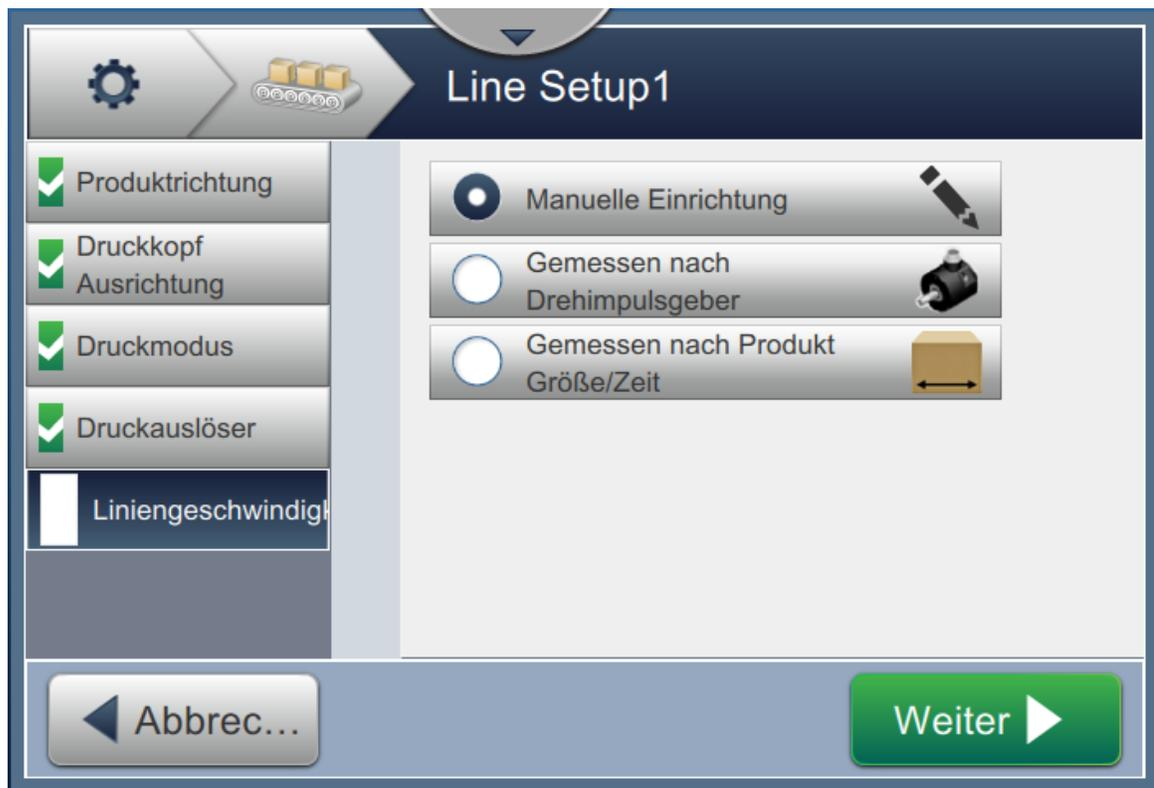

Abbildung 6-33: Linieneinrichtung – Liniengeschwindigkeit
1. Berühren Sie die Option *Liniengeschwindigkeit* im Bildschirm für die Einstellungen zur Linieneinrichtung, wählen Sie die gewünschte Liniengeschwindigkeit aus, wie dargestellt in Abbildung 6-33. Berühren Sie die  Schaltfläche, um die Liniengeschwindigkeit festzulegen.
1. Wählen Sie die Option *Feste Bandgeschwindigkeit*, wie dargestellt in Abbildung 6-33. Berühren Sie die  Schaltfläche, um die gewünschten Einstellungen einzugeben.
1. Wählen Sie die Option *Gemessen nach Drehimpulsgeber*, wie dargestellt in Abbildung 6-33.
- Berühren Sie die Option *Gemessen nach Produktgröße/Zeit*, wie dargestellt in Abbildung 6-33. Berühren Sie die  Schaltfläche, um die gewünschten Einstellungen einzugeben.